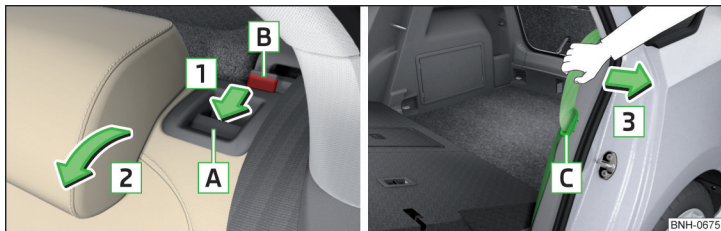

Fig. 56 Rabatarea înainte a spătarului/reglarea disponibilității centurii de siguranță
- Introduceți clema de fixare a centurii de siguranță **C** în orificiul din capitonajul lateral - Reglarea disponibilității » fig. 56.
- Trageți centura de siguranță exterioară înspre capitonajul lateral, în sensul săgeții **3** » fig. 56.